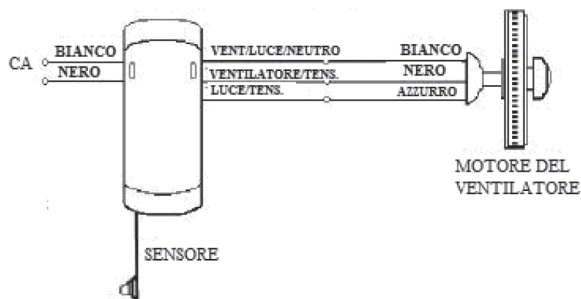
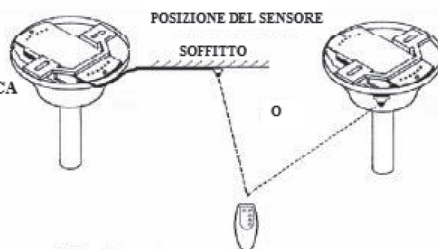

Fig. 1.1
Fig. 2
3. Collegate i fili come indicato nelle figure 1.1 e 1.2. Il sensore deve spuntare dalla calotta. La posizione dipende dalle condizioni di ricezione (Fig. 2).